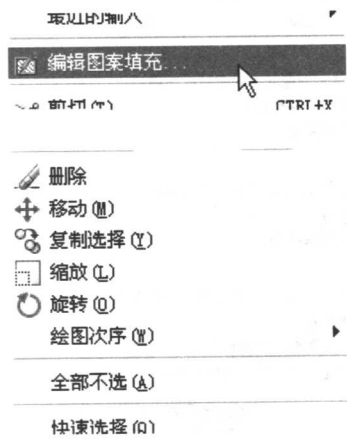

图 1-7 选择对象后快捷菜单的变化
② 选择对象时。选择对象后鼠标右键所弹出的快捷菜单和鼠标空闲时在工作区右键调出的快捷菜单基本相同，不同的是多出一类修改编辑快捷菜单项，如图 1-7 所示。同时，根据选择的对象不同，还会多出一些特定的快捷菜单项，如图 1-7 所示，比如选择尺寸、文字、图案填充、块等对象时。